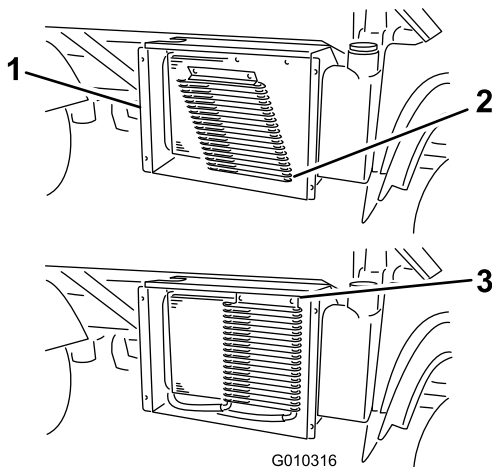

Figura 53
6. Dacă mașina este echipată cu această componentă, rotiți elementele de fixare i pivotai răcitorul de ulei departe de radiator (Figura 53).